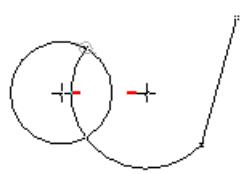

图 4.11.21 中心在同一水平线
- 如图 4.11.21 所示, 红色的一表示圆弧的中心与圆 A 的中心在同一水平线上。